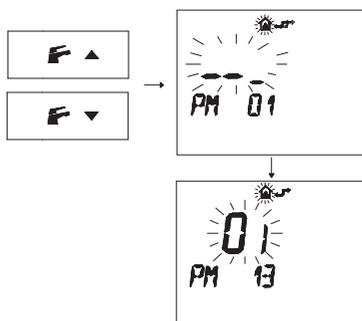

Figura 5.78
- Premere i pulsanti **F** (down) e **F** (up) per visualizzare la programmazione "PM13" modo pompa (Figura 5.78).